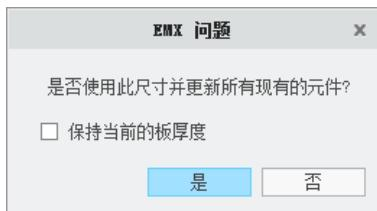
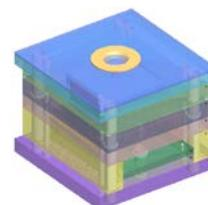

图 31.43 “EMX 问题”对话框
图 31.44 标准模架
Step4. 更改模架尺寸。在“模架定义”对话框右上角的 **尺寸** 下拉列表中选择 **296x346**，此时系统弹出图 31.43 所示的“EMX 问题”对话框，然后单击 **是** 按钮。系统经过计算后，标准模架会加载到绘图区中，如图 31.44 所示。